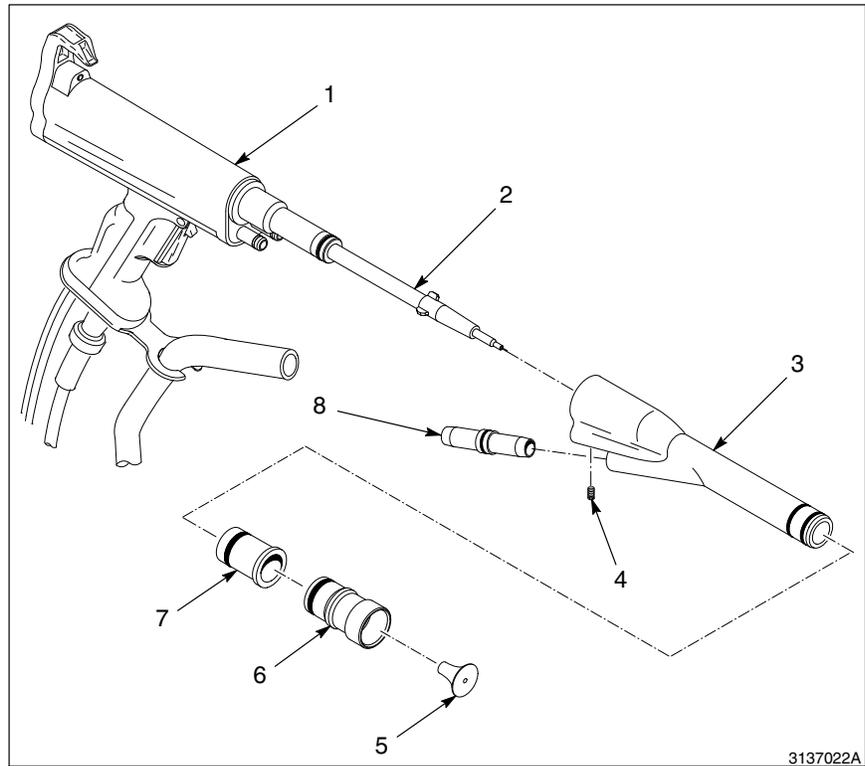

Fig. 5-1 Entretien quotidien
4. Se reporter à la figure 5-1.